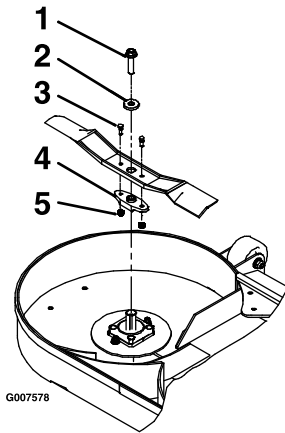

Figure 63
3. Déposez la lame, la rondelle et le boulon de lame qui fixe la lame et son dispositif d'entraînement (Figure 63).
4. Déposez le dispositif d'entraînement de la lame existante (Figure 63).
1. Posez le dispositif d'entraînement sur les lames neuves avec les boulons de cisaillement et les contre-écrous (Figure 63).
3. Posez la lame, la rondelle et le boulon de lame sur l'axe (Figure 63).